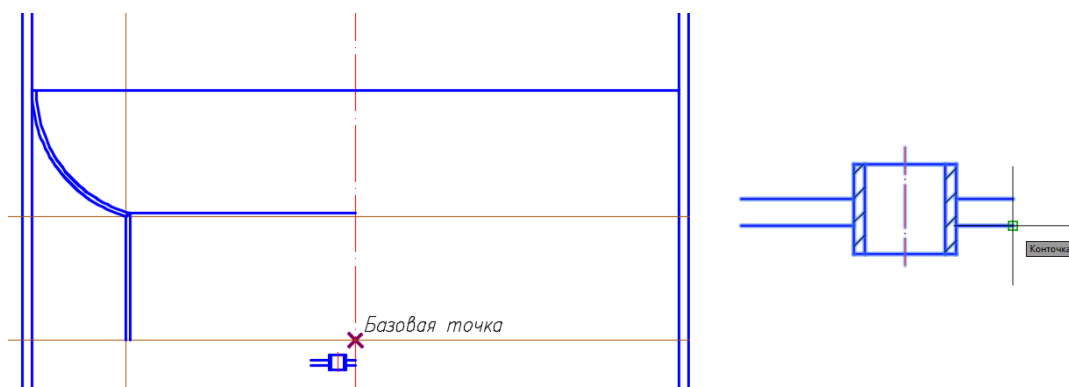

Рис. 101. Копирование стакана оросителя
5.6. Скопировать стакан оросителя с помощью команды **Копировать**. Базовую точку указать, как показано на рис. 101 и переместить его с помощью объектной привязки **Смещение**. Указать расстояние смещения @0,-85.